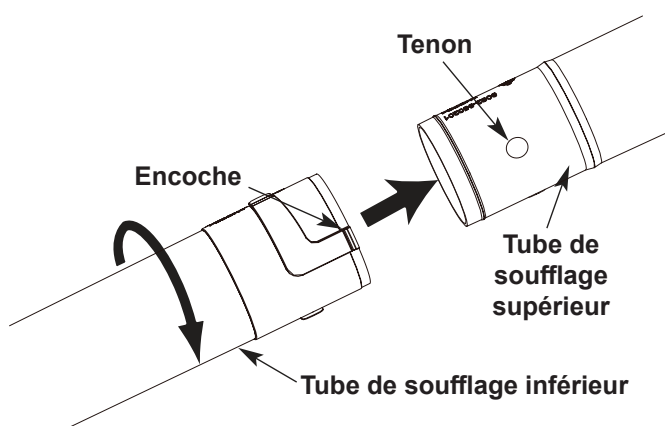

Fig. 2
1. Alignez l'encoche du tube inférieur avec les tenons situés en bas du tube supérieur (fig. 2).
2. Insérez le tube inférieur sur le tube supérieur (fig. 2).
3. Tout en tenant le tube supérieur, faites tourner le tube inférieur dans le sens horaire jusqu'à ce qu'il s'enclenche en place (fig. 2).